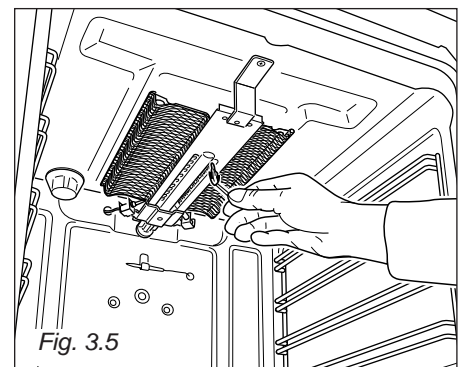

Fig. 3.5
3) Presione el mando completamente para preparar el encendido eléctrico. Mantenga este mando presionado. En caso de interrupción de corriente, presione el mando y acerque una cerilla encendida al lado izquierdo y derecho del quemador (fig. 3.5).